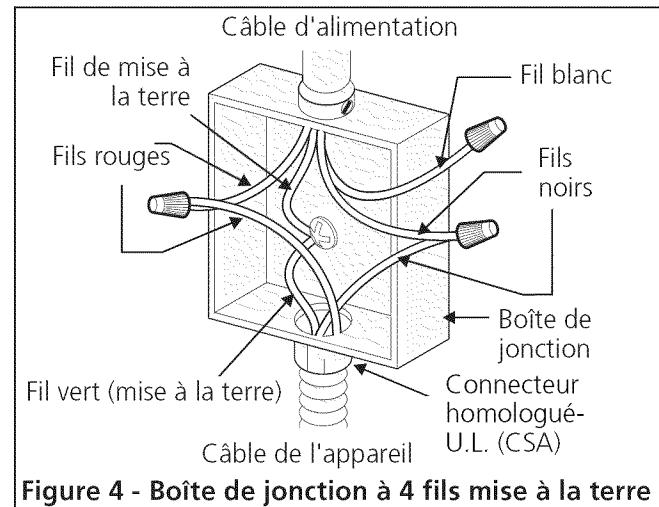

Figure 4 - Boîte de jonction à 4 fils mise à la terre
Quand la mise à la terre par le fil neutre (blanc) est interdite, vous devez utiliser un câble d'alimentation à 4 fils. Voir la figure 4. Ne pas suivre cet avertissement peut avoir pour résultat l'électrocution ou d'autres blessures personnelles sérieuses.
Si la table de cuisson est utilisée dans une nouvelle installation de circuit branché (1996 NEC), maison mobile, véhicule récréatif, ou où les codes locaux ne permettent pas la mise à la terre par le fil neutre (blanc) (voir figure 4):
2. Dans le disjoncteur, la boîte de fusibles ou la boîte de jonction: brancher l'appareil au câble d'alimentation comme indiqué à la figure 4.